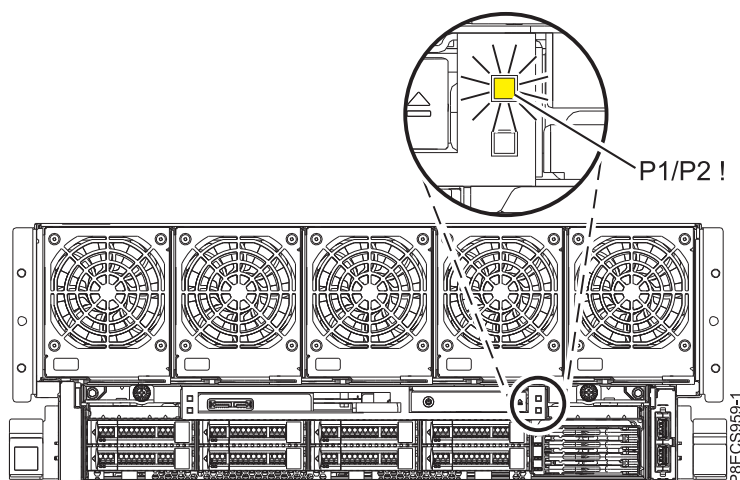

図 1. 8408-E8E システム上の前面 **P1/P2 !** 障害ロールアップ LED
7. 「P1/P2 !」障害ロールアップ LED の状態を書き留めます。この LED は、3 ページの図 1 に示すように、ご使用のシステムの前面にあります。